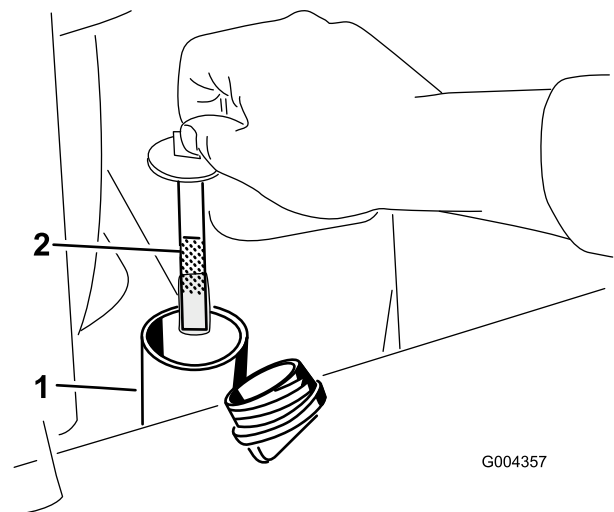

Figura 14
6. Retire el tapón del cuello de llenado y compruebe en la varilla el nivel de aceite (Figura 14).